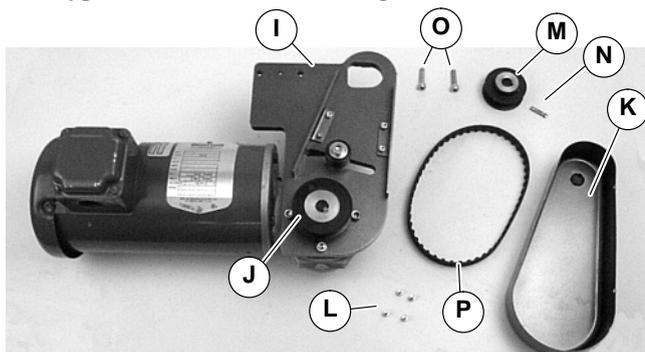

Abbildung 3
1. Typische Bauteile (Abbildung 3)